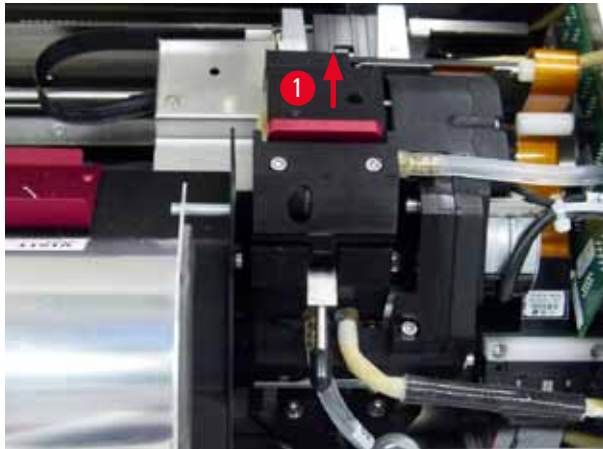

Abb. 49
- Der Druckkopf (→ "Abb. 49-1") bewegt sich nach oben zu einer ca. 1 cm von der Dichtlippe entfernten Position (→ "Abb. 49").